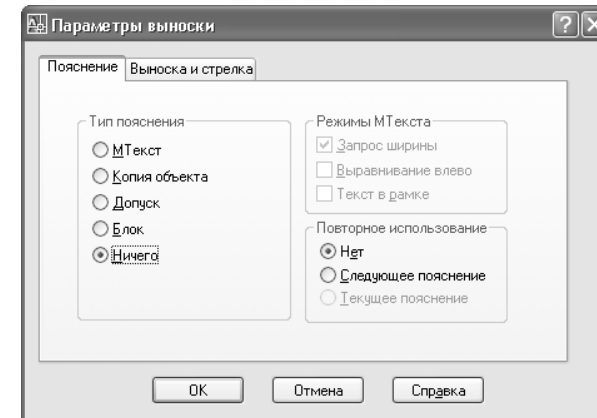

Рис. 11.27 ▼ Параметры вкладки **Пояснение** (Annotations) диалогового окна **Параметры выноски** (Leader Settings)
4. После нажатия **Enter** на экране появится диалоговое окно **Параметры выноски** (Leader Settings). Установите параметры вкладки **Пояснение** (Annotations) этого окна в соответствии с рис. 11.27.